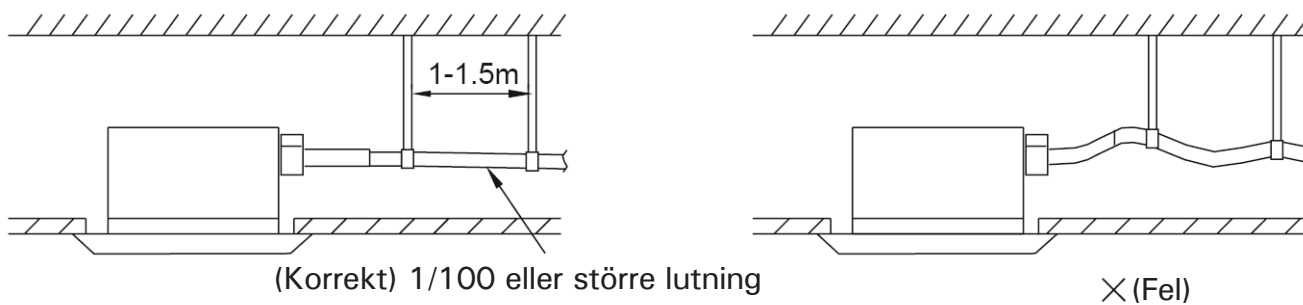

Fig.9
- (1) Dräneringsrörets diameter skall vara lika stor eller större än anslutningsrörets diameter. Ytterdiametern på röret är 35mm (ICKCW161).
- (2) Dräneringsröret bör vara så kort som möjligt och ha en nedåtlutning av minst 1/100 för att förhindra uppkomst av luftfickor (se Fig.9).
- (3) Om dräneringsslangen inte kan placeras i en tillräckligt brant vinkel bör en rörhöjare installeras.
- (4) För att förhindra att dräneringsslangen sviktar skall de eventuella upphängningskrokarna placeras med ett avstånd av 1m - 1.5m (se Fig.9).